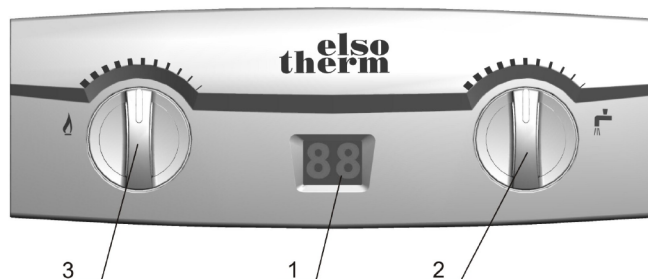

Рисунок 4
3.2.1 Аппарат имеет ручную регулировку расхода воды и расхода газа (Рис.4). Температура воды на выходе аппарата отображается на двухразрядном цифровом дисплее (1), установленном в декоративной накладке на облицовке аппарата.